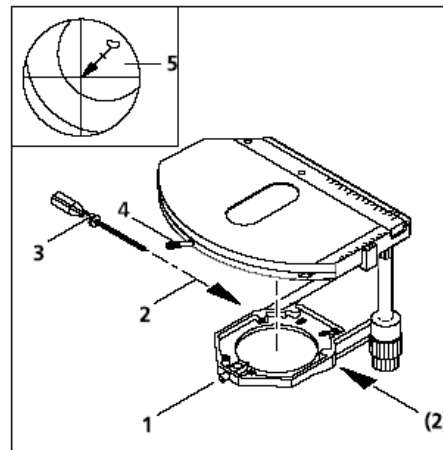

图 3-12 更换可旋转的机械载物台
所有运送给客户的载物台都是预调中的，如载物台有转动时，在焦点中的物体**细节**仍保留在图像的中间。如果载物台转动（图 3-12/5），细节从中心移走，那么有必要重新调中载物台。
- 松开载物台上的夹紧螺杆（图 3-12/4）及载物台托架的螺丝帽（图 3-12/1）。
- 通过转动载物台，确定物体相对于目镜上的十字线的最大位移（图 3-12/5）。
- 用圆头螺丝刀 SW 1.5（图 3-12/3）转动载物台托架（图 1.5-12/2）上的两个调中螺丝，将样片细节向交叉线的中心位移箭头长度的一半。如果转动载物台时，物细节位移到中心以外，重复上述步骤。
- 调中步骤结束后，重新拧紧螺丝帽（图 3-12/1）。
- 松开夹紧螺杆，取下调整旋钮上的附加套筒（图 3-12/1）。